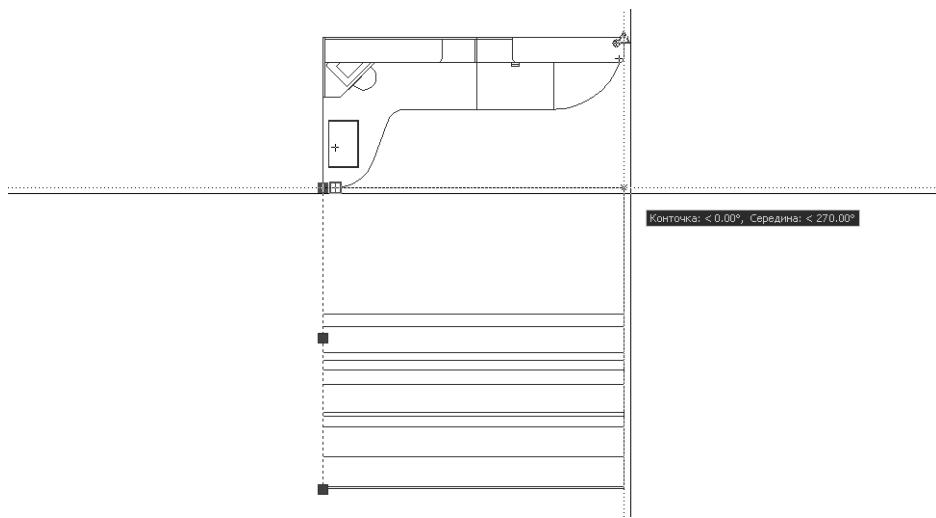

Рис. 8.4 ▼ Копирование линии с помощью маркера выделения и режимов объектной привязки
7. Используя режимы объектной привязки и отслеживание объектной привязки, выберите точку, которая находится на пересечении перпендикуляров, образующих правый нижний угол габаритов рабочей зоны для копирования в эту точку выделенной линии (рис. 8.4).